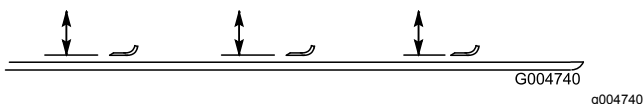

Bild 113
2. Drehen Sie die Messer, bis die Enden nach vorne und hinten zeigen und messen Sie von der Innenseite des Mähwerks bis zur Schnittkante an der Vorderseite des Messers (Bild 113).